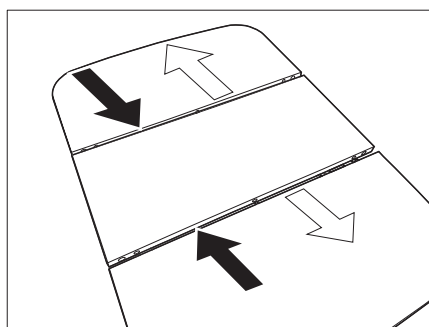

Fig. 110 Abbassamento del tavolo
- Spingere le parti esterne del tavolo sulla parte centrale (Fig. 110 - frecce nere).
- Separare le parti esterne del tavolo (Fig. 110 - frecce bianche).